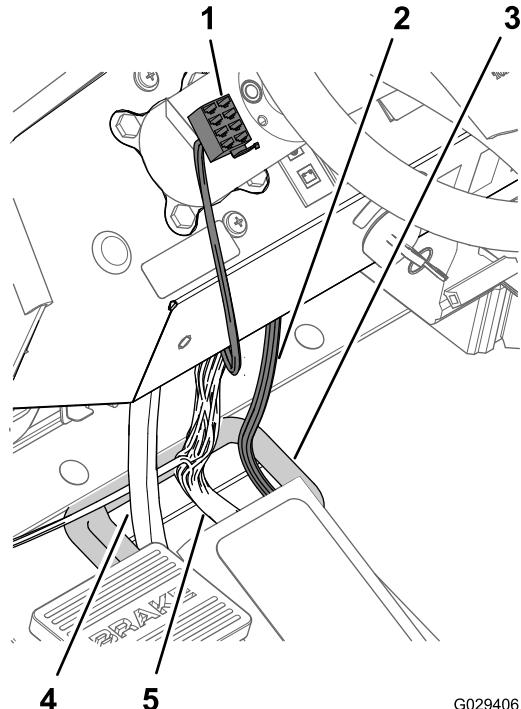

Bild 15
4. Verlegen Sie den 8-Buchsen-Stecker am Ende des Armaturenbrettzweigs (240 cm) über das Armaturenbrett und zur linken Seite der Lenksäule (Bild 15).